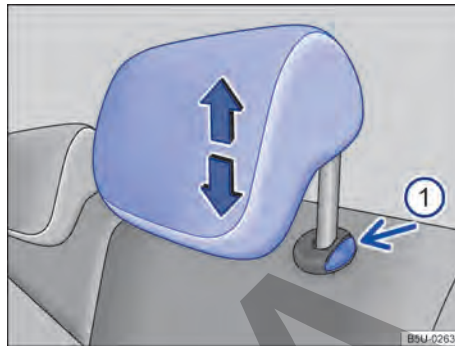

Fig. 67 Apoyacabezas traseros: desinstalar.
- Presionar la tecla → fig. 67 (B) en el sentido de la flecha. Retirar el apoyacabezas con la tecla presionada. ▶
- Empujar hacia abajo el apoyacabezas con la tecla → fig. 67 (B) presionada.